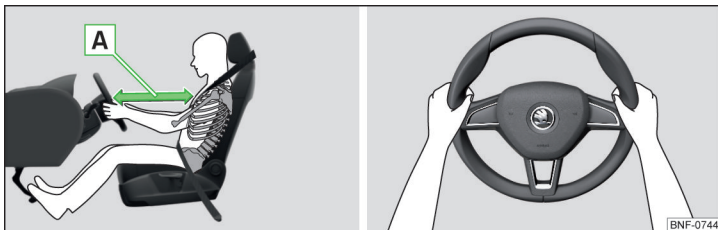

Fig. 2 Posición de asiento correcta del conductor / Sujeción correcta del volante
- ✓ Ajuste el volante de tal modo, que la distancia **A** entre el volante y el esternón sea, como mínimo, de 25 cm » fig. 2.
- Durante la conducción, sujete el volante con ambas manos por el borde exterior de los lados en las posiciones de las "9" y "3" horas » fig. 2. No sujete nunca el volante en la posición de las "12 horas" o de cualquier otro modo (p. ej., en el centro o en el borde interior del volante, etc.). Al activarse el airbag del conductor se pueden sufrir lesiones graves en los brazos, las manos y la cabeza.